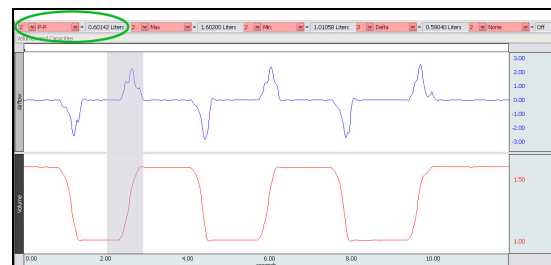

Fig. 13.11 La Validación de la Calibración muestra el resultado P-P de 0.6 litros
- d) Medir P-P en el CH2 Volumen (Fig. 13.11) para confirmar que el resultado concuerda con el volumen de la jeringa: